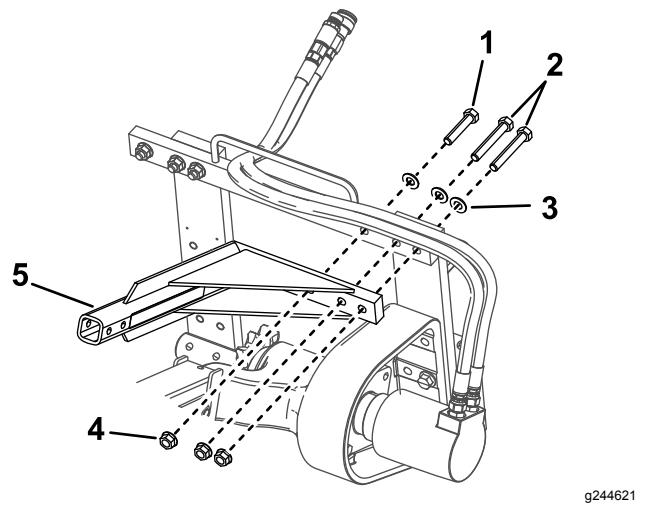

Figure 4
2. À l'aide des fixations enlevées précédemment, montez la barre de sécurité de la trancheuse comme montré à la (Figure 4).
1. Retirez les boulons, les rondelles et les écrous à embase situés sur le coin supérieur gauche du bâti de la trancheuse (Figure 4).